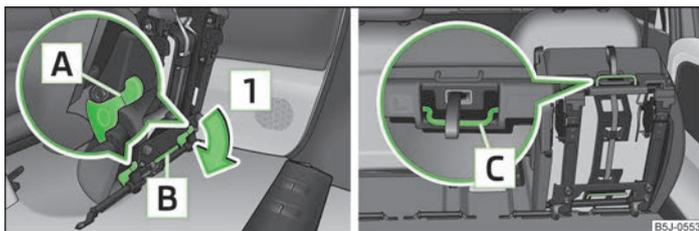

Fig. 41 Desbloquear el asiento abatido/asa en la banqueta
- Desbloquear el asiento abatido presionando los bloqueos de asiento [A] » fig. 41 en sentido de la flecha [1].
- Abatir el asiento exterior hacia delante » página 52, *Abatir hacia adelante completamente los respaldos y el asiento* y desbloquearlo » fig. 41 de la página 53.